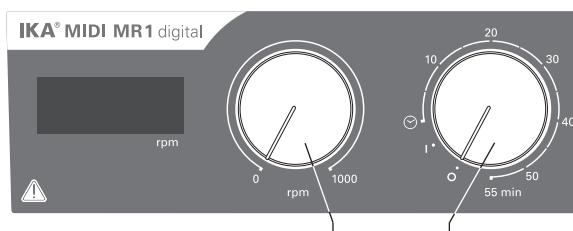

Fig. 3
- ⇒ Για να ενεργοποιήσετε τη συσκευή, περιστρέψτε το διακόπτη ενεργοποίησης/απενεργοποίησης και το χρονοδιακόπτη (B, βλέπε Fig. 3) δεξιόστροφα στη θέση «1».
- ⇒ Για να απενεργοποιήσετε τη συσκευή, περιστρέψτε το διακόπτη ενεργοποίησης/απενεργοποίησης και το χρονοδιακόπτη (B) δεξιόστροφα στη θέση «0».
- ⇒ Ρυθμίστε τον αριθμό στροφών κινητήρα με το ρυθμιστή αριθμού στροφών (C, βλέπε Fig. 3). Ο αριθμός στροφών του κινητήρα μπορεί να ρυθμιστεί από 0 έως 1000 rpm για τη συσκευή **MIDI MR 1 digital** και από 0 έως 600 rpm για τη συσκευή **MAXI MR1 digital**.